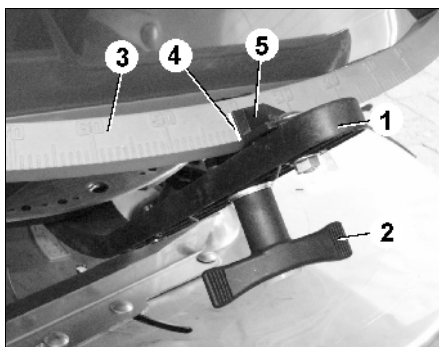

Рис. 66
- Откройте заслонку дозатора при помощи переводного рычага (Рис. 66/1).
- Переместите переводной рычаг по шкале (Рис. 66/2) до упора с болтом.
- Зафиксируйте переводной рычаг при помощи вращающейся ручки (Рис. 66/3).
- Отвинтите болт с шестигранной головкой (Рис. 66/4). Указатель (Рис. 66/5) направьте на значение шкалы **"8"** и зафиксируйте при помощи болта с шестигранной головкой. Грань с делениями для считывания указателя изображена на (Рис. 66/6).